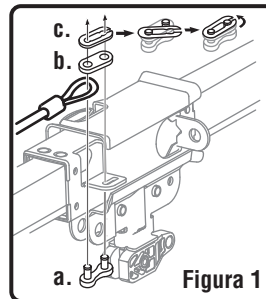

Figura 1
2. Enganche el cable en la ranura de retención del trole como se muestra. (Figura 1)